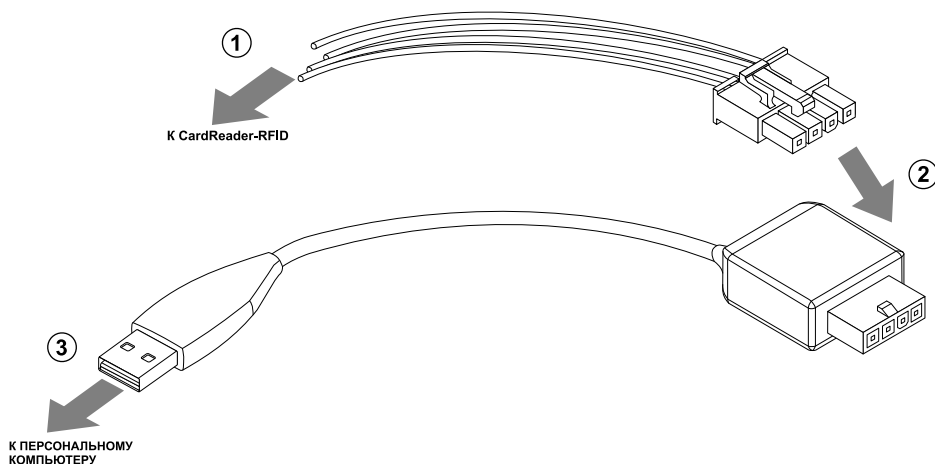

Рис.2. Подключение преобразователя к АвтоГРАФ-CardReader-Light.
- подключить адаптер для подключения к АвтоГРАФ-CardReader-Light, поставляемый в комплекте с преобразователем, к устройству «АвтоГРАФ-CardReader-Light». Для этого необходимо подключить провода RS-485 (A) и RS-485 (B) адаптера к проводам RS-485 (A) и RS-485 (B), соответственно, считывателя «АвтоГРАФ-CardReader-Light» (Рис.2, п.1).
- подключить 4-х контактный интерфейсный разъем адаптера к 4-контактному интерфейсному разъему преобразователя (Рис.2, п.2).
- подключить разъем USB преобразователя к разъему USB ПК (Рис.2, п.3).